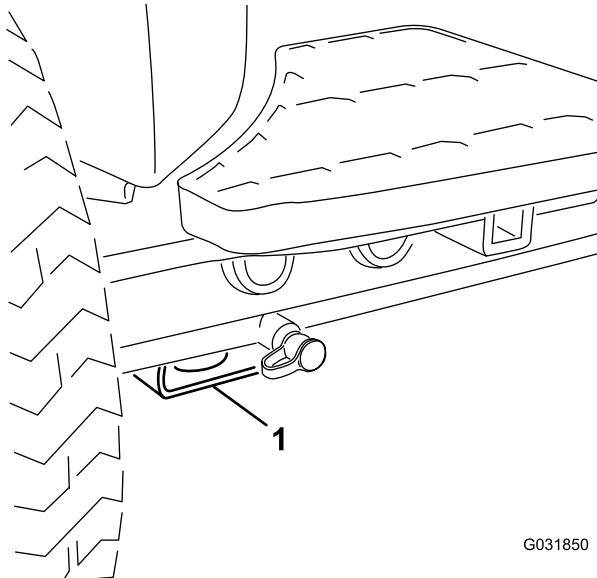

図 37
- 前各前輪の内側、アクスルチューブの下にある四角いパッド(図37)